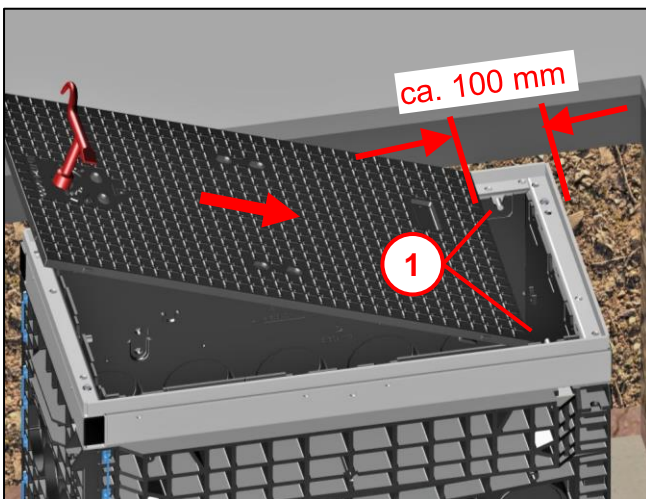

Abb. 28
- Schachtabdeckung (2) mit geeignetem Aushebewerkzeug (1) anheben und auf den Stahlrahmen (3) aufsetzen.
- Hierzu folgenden Schritt in Abb. 28 beachten!